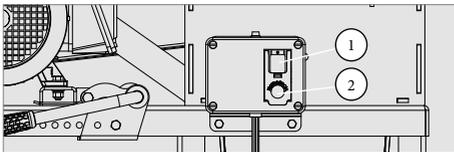

Figura 11
- ✓ Para ligar, abra a tampa do botão de emergência e aperte o botão verde (1) e para desligar aperte o botão vermelho (2) conforme figura 11.